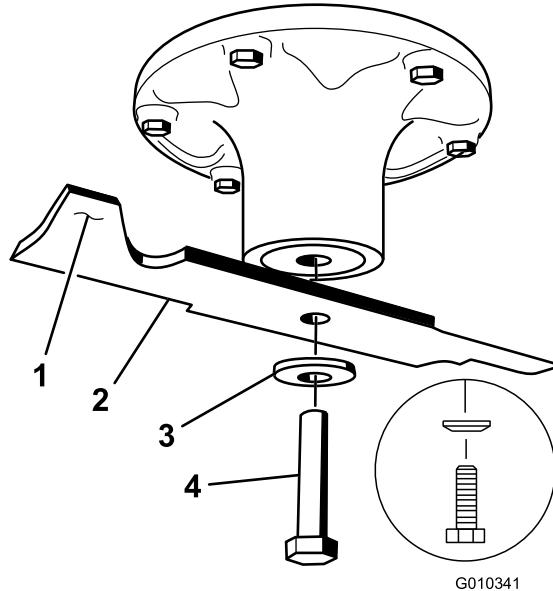

Figura 56
2. Retire del eje el perno de la cuchilla, la arandela curva y la cuchilla (Figura 56).
- ## 1. Instale la cuchilla en el eje (Figura 56).
2. Instale la arandela curva (con la copa hacia la cuchilla) y el perno de la cuchilla (Figura 56).